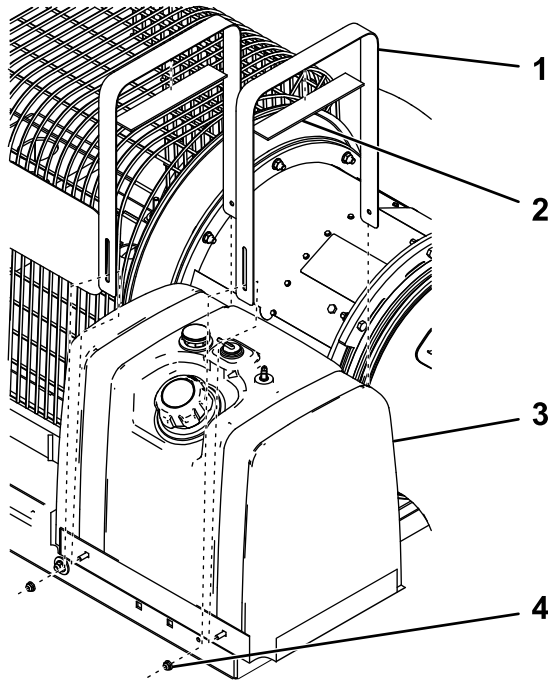

図 6
5. 燃料タンク用ストラップにパッドを取り付ける **図 6**。
6. 燃料タンクトレイに新しい燃料タンクを取り付けるストラップ、フランジナット1/4"4個で **図 6** のように取り付ける。